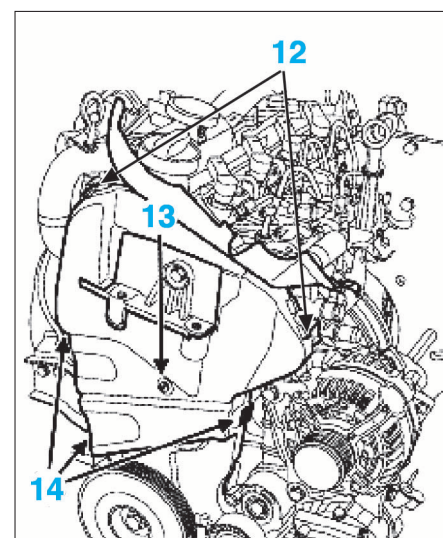

FIG. 60
- Déposer la vis (2).
- les vis de fixation (3) du support moteur sur le moteur,
- les vis de fixation (4) du support moteur sur la caisse,
- Déposer le carter supérieur de distribution en dépliant les deux languettes (12) (Fig.60).